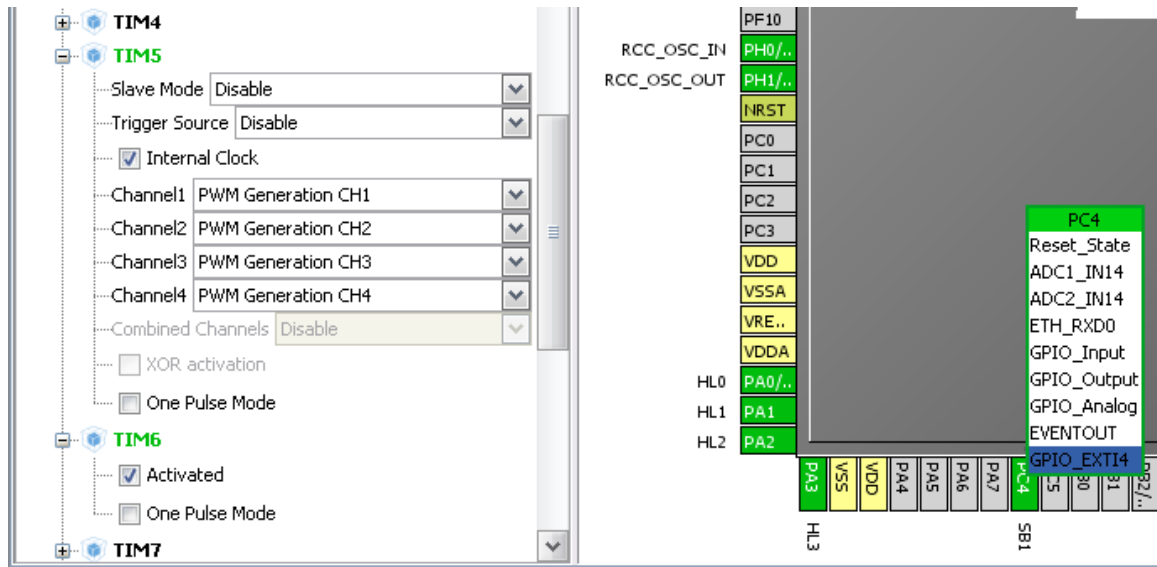

Рисунок 3.6 – Налаштування таймерів та переривання EXTI4
2. Налаштування таймерів розпочнемо з каналів ШІМ Таймера 5 (група TIM5), які керують виводами МК, і до яких підключено світлодіоди HL0...HL3 (рисунок 3.6).
5. Також активуємо Таймер 6 (TIM6, рисунок 3.6) для виконання команд із зміни яскравості світлодіодів. Власне налаштування таймера про-